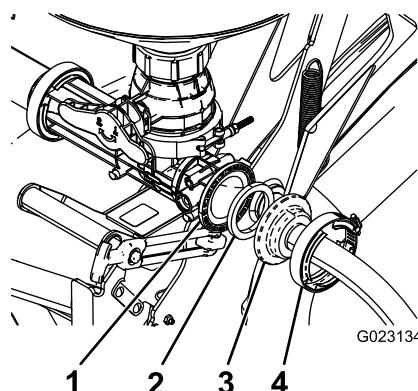

Рисунок 20
4. Присоедините конец шланга подачи без переходного штуцера к заднему отверстию клапана эдуктора, используя прокладку и шланговый хомут (Рисунок 20).